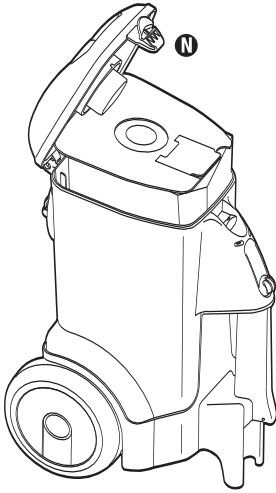

FIG. 10
Step 2: Open lid by pushing down hood latch **Ⓜ** (Fig. 10).
Étape 2 : Ouvrez le couvercle en appuyant sur le verrou du capot  (Fig. 10).
Paso 2: Abra la tapa presionando la traba de la misma  (Fig. 10).